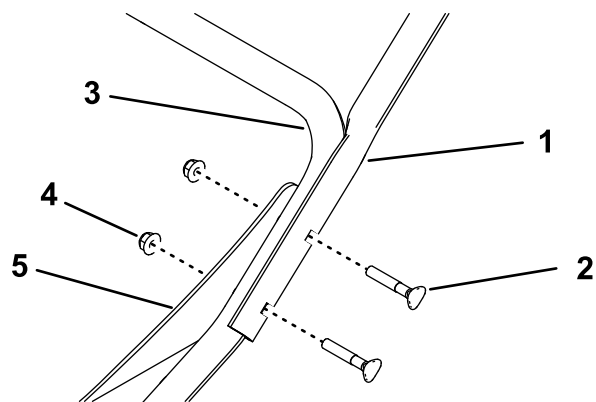

Figure 3
1. De chaque côté de la machine, fixez les tubes de la partie supérieure du guidon à la partie inférieure du guidon et aux renforts avec 2 boulons de guidon et 2 écrous (5/16") (Figure 3).